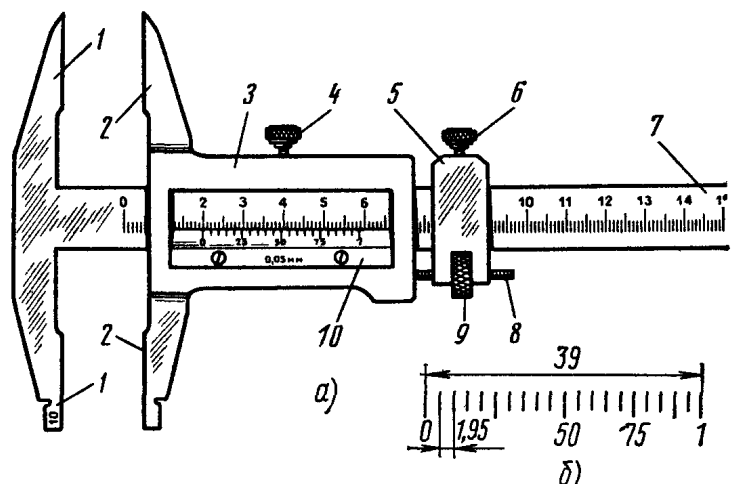

Рис. 6. Штангенциркуль ШЦ-II:
1. Ознакомиться с конструкцией штангенциркуля ШЦ-II (рис. 6,а).
2. Изучить устройство нониуса: он имеет длину 39 мм, разделен на 20 частей. Одно деление нониуса составляет $39:20=1,95 \text{ мм}$ (рис.6, б), это на 0,05 мм меньше целого числа.